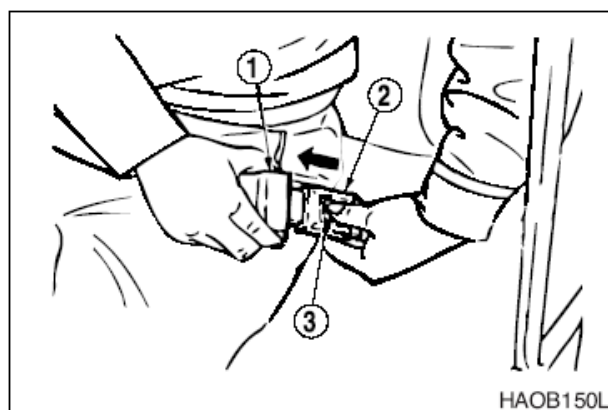

Рис. 86
Чтобы отстегнуть ремень, нажать кнопку (3, рис. 86), расположенную в центре пряжки (2) и извлечь ремень (1).